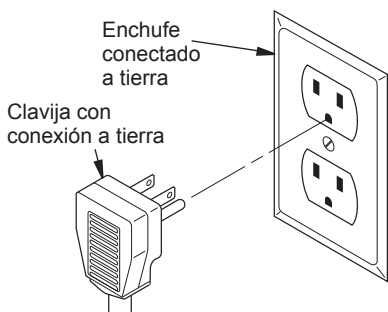

Figura 20 - Clavija con conexión a tierra
**⚠ ADVERTENCIA:** el ventilador debe estar conectado a tierra. El ventilador tiene una clavija de tres patas con conexión a tierra como se muestra en la figura 20. La clavija es la protección contra electrocución. Conéctela en un enchufe de tres orificios con conexión a tierra. En caso que el cable deba reemplazarse, utilice únicamente un cable con clavija de tres patas con conexión a tierra.